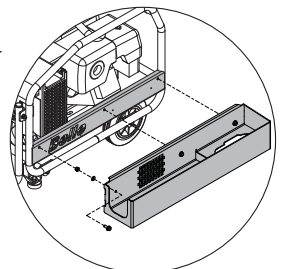

Bild 5
1. Passa in de 3 x hålen på verktygsfackets sida med de 3 x hålen i det vänstra sidoskyddet. Säkra verktygsfacket i stommen med de 3 x M8 bultarna, muttrarna och brickorna som ingår i satsen. Dra åt med 28Nm (*se bild 5*)